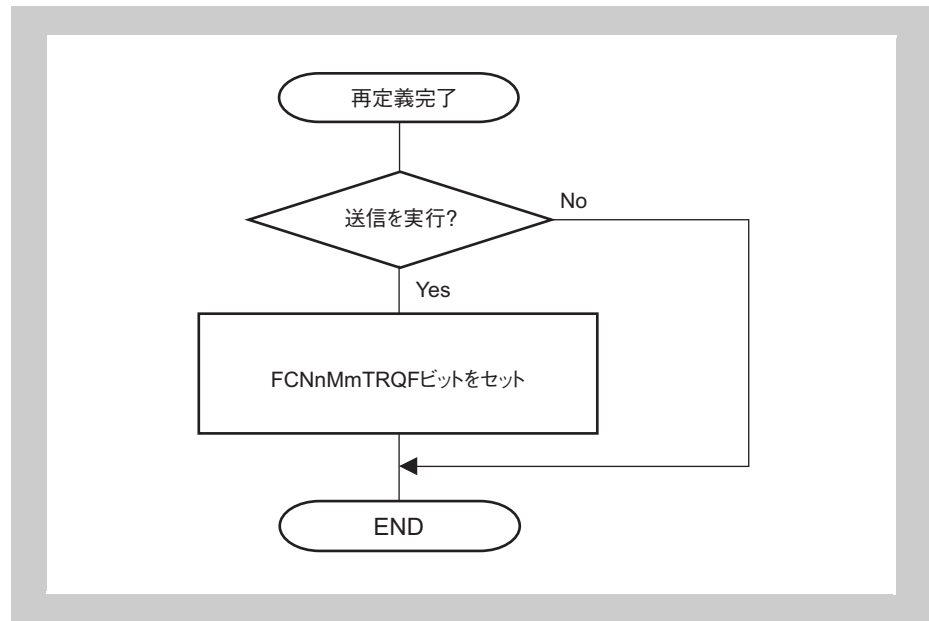

図 24-4 再定義後の送信メッセージ・バッファに対する送信要求の設定 (FCNnMmCTL.FCNnMmTRQF)
2. メッセージが送信されると、送信要求が設定された個々の送信メッセージ・バッファで設定されている ID, IDE および FCNnMmSTRB.FCNnMmSSRT に従って送信優先度をチェックします。優先度の最も高い送信メッセージ・バッファが選択され、送信に使用されます。図 24-4 「再定義後の送信メッセージ・バッファに対する送信要求の設定 (FCNnMmCTL.FCNnMmTRQF)」の手順を守らないと、優先度の最も高い ID を持つメッセージが再定義後に送信されないことがあります。